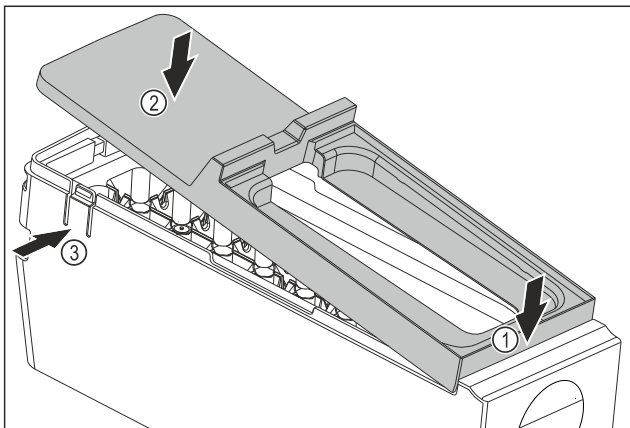

Fig. 121
- ▶ Abdeckung des EasyTwist-Ice-Korpus montieren: Abdeckung vorne ansetzen. Fig. 121 (1)
- ▶ Abdeckung hinten absenken. Fig. 121 (2)
- ▷ Abdeckung rastet hörbar in beiden Laschen Fig. 121 (3) ein.